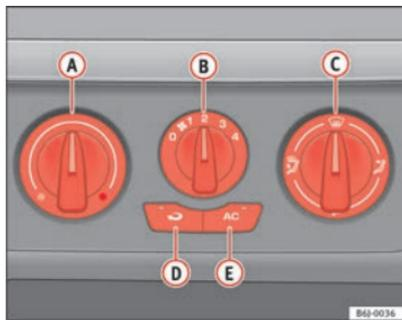

Fig. 88 Mandos de la calefacción en el tablero de instrumentos
- Gire el regulador de temperatura ⇒ fig. 88 **A** hacia la izquierda.
- Gire el regulador de la temperatura ⇒ fig. 88 **A** hacia la derecha hasta alcanzar el grado de calefacción deseado.
- Gire el regulador de la temperatura ⇒ fig. 88 **A** hacia la derecha hasta el nivel máximo de calefacción.
- Gire el regulador de temperatura ⇒ página 126, fig. 88 **(A)** hacia la zona de calefacción.